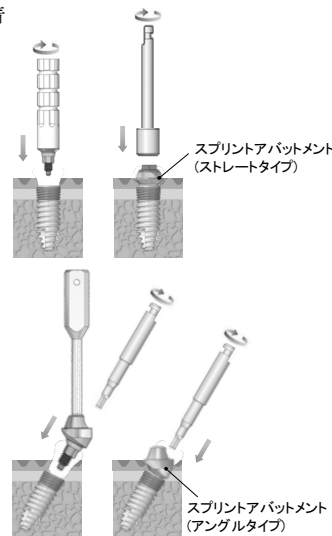

図5-1
(1) アバットメントの装着
- (a) アバットメントの包装を開封し、キャリアの把持部を持ち、口腔内に運搬する。スクリーを仮締め後、キャリアを破棄する（仮締めにはスプリントアバットメント（ストレートタイプ）の場合はキャリアを用い、スプリントアバットメント（アングルタイプ）の場合はドライバーを用いる）。最終締結は、ドライバーを用いて口腔内のフィクスチャーに固定する（締結トルクは、スプリントアバットメント（ストレートタイプ）は 30 N・cm、スプリントアバットメント（アングルタイプ）は 20 N・cm）（図 5-1）。